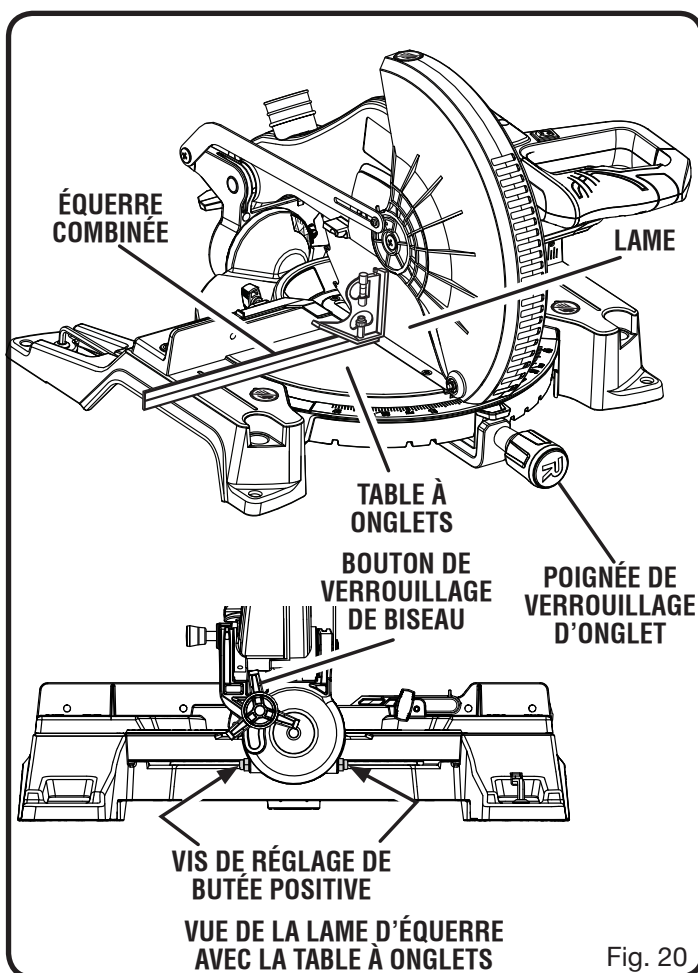

Fig. 20
See Figures 20 - 22.
- Le bord de l'équerre et la lame doivent être parallèles, comme le montre la figure 20.